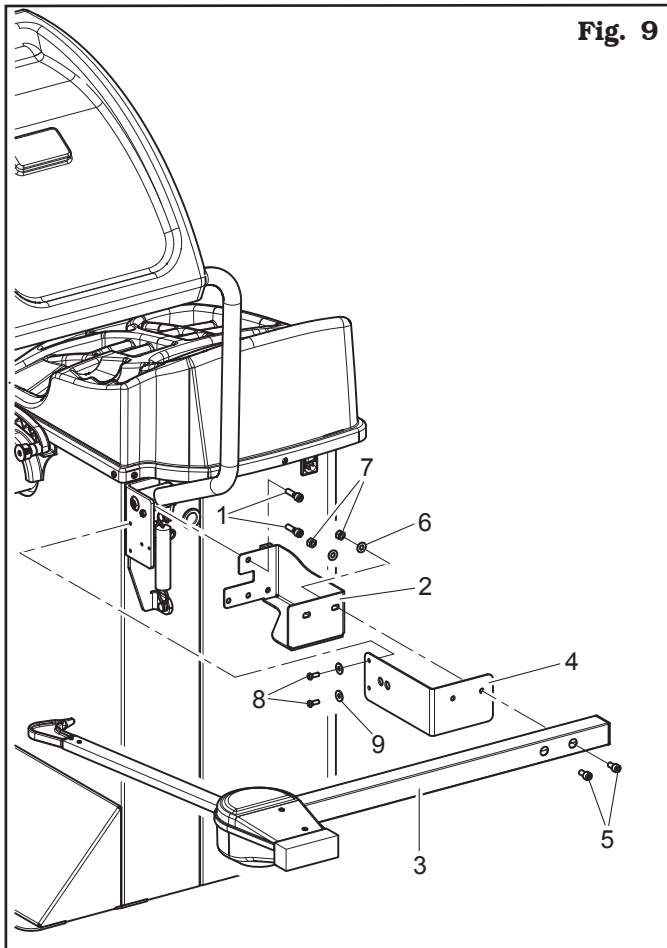
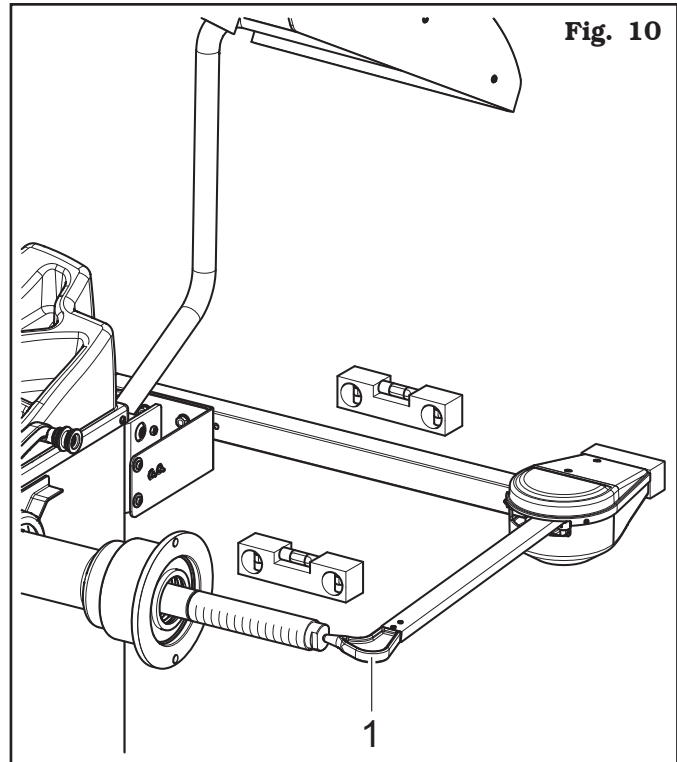

Fig. 9
Fig. 10
2. Introduire les 2 vis (**Fig. 9 réf. 1**) dans la bride de la tige (**Fig. 9 réf. 2**) et les visser sur les spéciaux rivets filetés positionnés dans la partie postérieure du châssis. Fixer la bride (**Fig. 9 réf. 4**) au support carter de protection avec les rondelles (**Fig. 9 réf. 9**) et les 2 vis (**Fig. 9 réf. 8**).
Bloquer le bras de la tige (**Fig. 9 réf. 3**) à les griffes (**Fig. 9 réf. 2-4**) en utilisant les 2 vis (**Fig. 9 réf. 5**), les rondelles (**Fig. 9 réf. 6**) et les écrous (**Fig. 9 réf. 7**), afin que l'arbre et le bras de la tige soient au même niveau (voir **Fig. 10**).
3. Compléter le montage en s'assurant que la pointe de la tige (**Fig. 10 réf. 1**) se positionne au centre du mandrin.